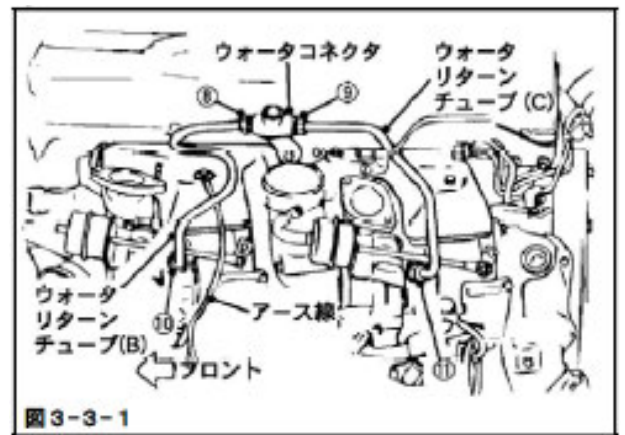

図 3-3-1
- (1) ウォータコネクタを取付けてください。(図 3-3-1)
(図 3-3-1)